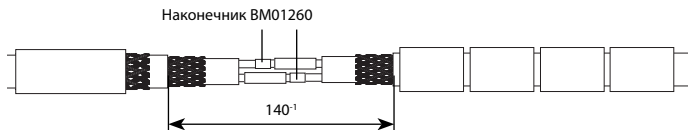

Рис. 4
- 5.8. Наконечник ВМ01260 вставить в изолированные токопроводящие жилы и обжать их с помощью ручного кремпера (рис. 4). Повторить эту операцию для другой пары изолированных жил.